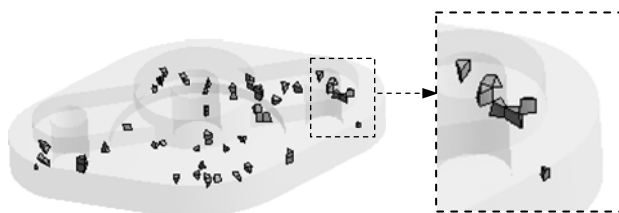

图 5.4.5 棱柱单元
- ◆ Wed15 图例：表示 15 单元节点的棱柱单元，单击图表中对应颜色的柱状图，在图形区显示所有的棱柱单元，如图 5.4.5 所示。